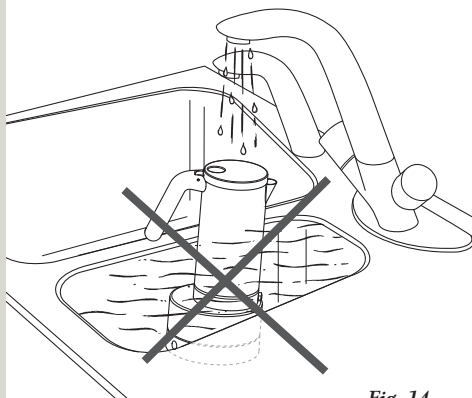

Fig. 14
- No poner la Cafetera bajo el chorro de agua corriente ni sumergirla en agua. (fig. 14)